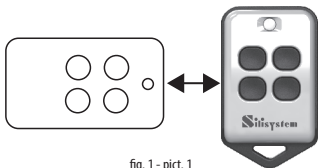

fig. 1 - pict. 1
3. Placez la télécommande radio **d'origine** à copier comme indiqué sur la **Figure 1** et appuyez sur le **bouton pour transférer**, la **LED jaune** clignote rapidement, attendez que la **LED verte** s'allume pour confirmer la programmation correcte. Répétez la procédure de programmation des autres touches.